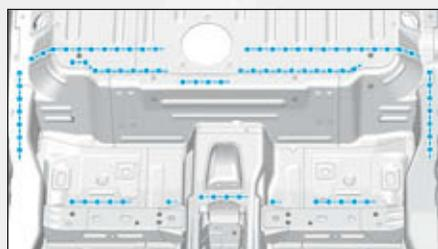

FIG.215
- les zones d'accostage sur la caisse et les protéger par un apprêt soudable indice "C7" (Fig.215).